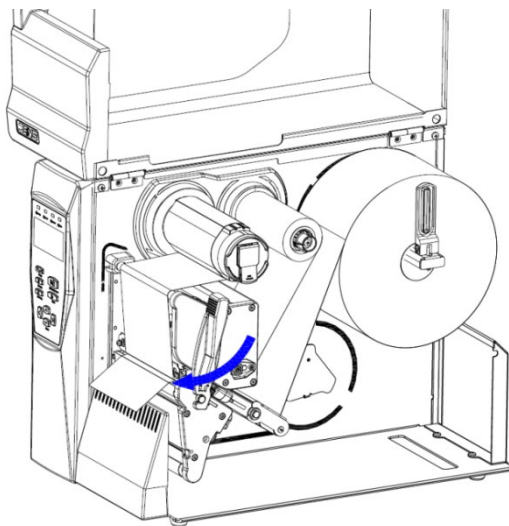

Рис. 2.5.2
- 3) Опустите рычаг (16) для подъема печатающей головки на место, чтобы опустить печатающую головку в рабочее положение. (см. рис. 2.5.2).